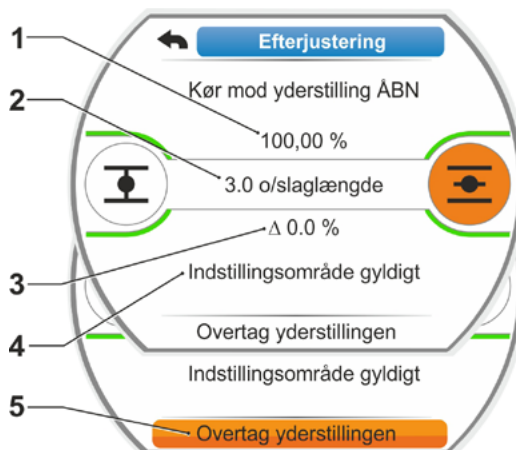

Fig. 3: Kørsel til og overtagelse af ny yderstillingsposition
- den aktuelle position som procentuel andel inden for vandringen (fig. 3, pos. 1),
- vandring i omdrejninger pr. slag uden hensyntagen til et ekstra gear (fig. 3, pos. 2),
- afvigelse i % i forhold til den aktuelt gyldige yderstilling (pos. 3),
- signalet om, hvorvidt indstillingsområdet er gyldigt (pos. 4). Yderstillingen kan overtages ved gyldigt indstillingsområde (5).
7. Placer markeringen på „Overtag yderstilling“ (fig. 3, pos. 5), og bekræft. Et signal bekræfter den udførte efterjustering (fig. 4).